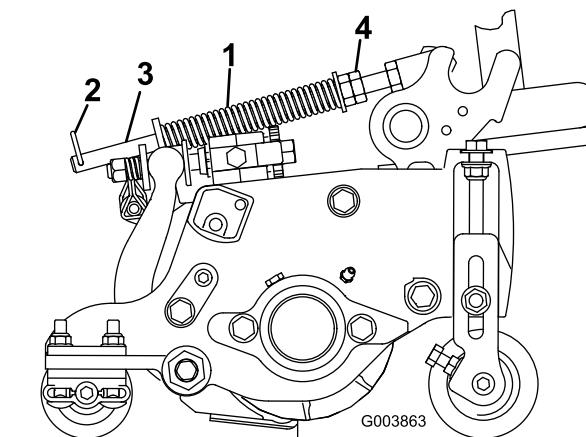

図 15
ターフ補正スプリング（図 15）は、前ローラから後ローラへと、カッティングユニットの体重移動を行います。（これによりユニットを安定させ、いわゆる「波打ったような」仕上がり（ボビングとかマーセリングといわれる現象）を防いでいます。
1. ヘアピンコッターがスプリングロッドの後の穴に差し込まれていることを必ず確認してください（図 15）。
2. スプリングロッド前部についている六角ナットを締めてスプリングを縮め、スプリングの長さを、リールマスター 5210 と 5410 の 5 インチ・カッティングユニットでは 12.7 cm、5510 と 5610 の 7 インチ・カッティングユニットでは 15.9 cm に調整する（図 15）。